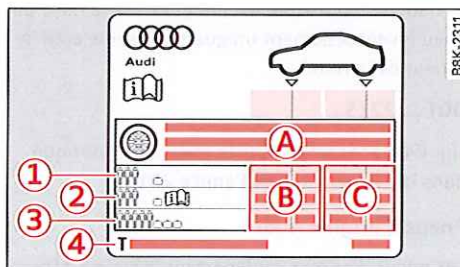

Fig. 209 Face intérieure de la porte du conducteur : autocollant indiquant la pression des pneus
La pression correcte des pneus montés à l'usine et de la roue de secours gonflable* est indiquée sur un autocollant. L'autocollant ⇒ fig. 209 se trouve sur la face frontale de la porte du conducteur.
- ▶ La pression des pneus recommandée pour la charge de votre véhicule figure sur l'autocollant ⇒ *fig. 209*.
une permutation de roues ⇒ page 214. L'indicateur de contrôle de la pression des pneus contrôle uniquement les pressions des pneus que vous avez mémorisées. La pression des pneus recommandée pour votre véhicule figure sur l'autocollant ⇒ page 210, fig. 209.